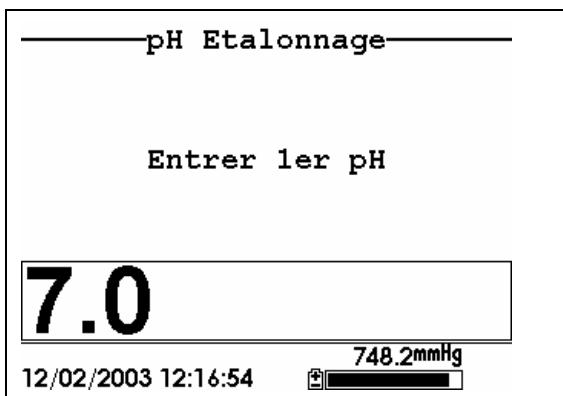

Figure 6.13 Ecran de l'entrée du pH
14. Appuyez sur **Entrée**. Ceci vous ramène à l'écran de calibrage choisi du pH, reportez vous à la Figure 6.13 Ecran de l'entrée du pH.